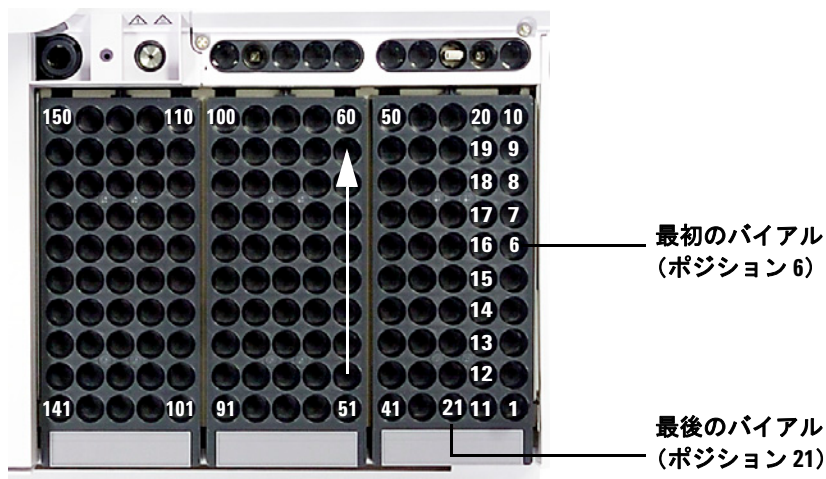

図 2 トレイの配置ポジション
- 2 プログラムされたシーケンスに従って、最大 150 までのサンプルを 3 つのバイアルラックに配置します。図 2 に、トレイポジション 6 ~ 21 を使用するシーケンスでのトレイの配置を示します。